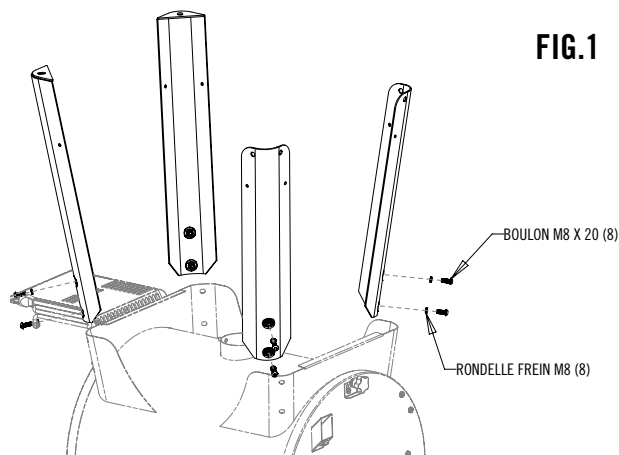

FIG.1
1. Assembler les pieds comme indiqué à la Fig. 1 Remarque : le pied le plus long s'attache le plus près du réservoir. Serrer la quincaillerie manuellement.